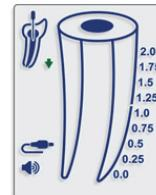
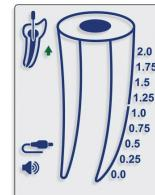

図 5
図 6
- 5.4.11. 根管内のファイルの移動は、画面上のDOWN(図5)、UP(図6)の矢印で表されます。